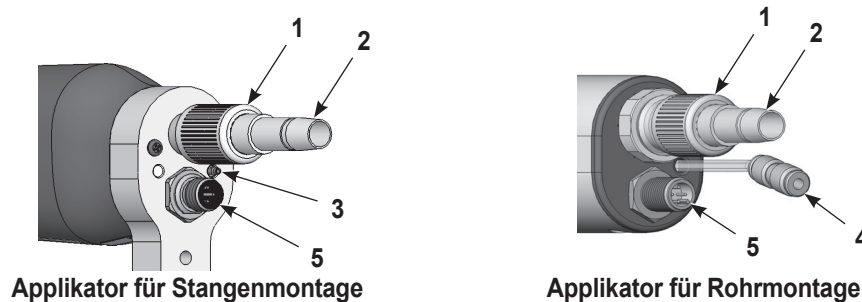

Abbildung 3-8 Applikatoranschlüsse – Applikatoren für Stangen- und Rohrmontage
4. Siehe Abbildung 3-8. Den Spülluftschlauch am Steckanschluss (3) (Applikator für Stangenmontage) oder an der Schlauchverschraubung (4) (Applikator für Rohrmontage) anschließen.
5. Das Applikatorkabel an der Applikatorbuchse (5) anschließen und die Kabelmutter fest anziehen.
6. Den Pulverschlauch am Schlauchstecker (2) anschließen. Der Stecker kann vom Applikator durch Losschrauben der Haltemutter (1) und Zurückziehen des Schlauchsteckers abgenommen werden.